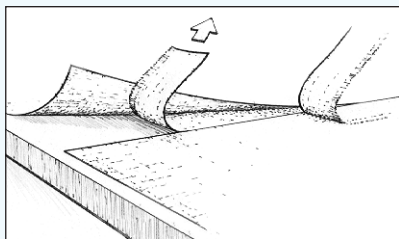

Figure 27 Retirer l'extrémité découpée du dessus et soulever le côté opposé pour retirer l'extrémité découpée du dessous.
c) Retirez l'extrémité découpée du dessus et soulevez le côté opposé pour retirer l'extrémité découpée du dessous (*Figure 27*).